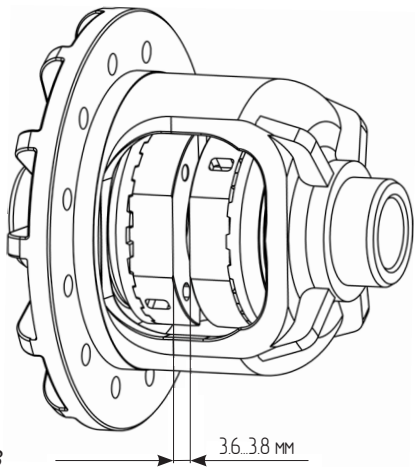

Рис. 3
13. Используя набор плоских щупов, измерьте зазор между муфтами как показано на **Рис. 3**. Зазор должен составлять **от 3,6 до 3,8 мм**.